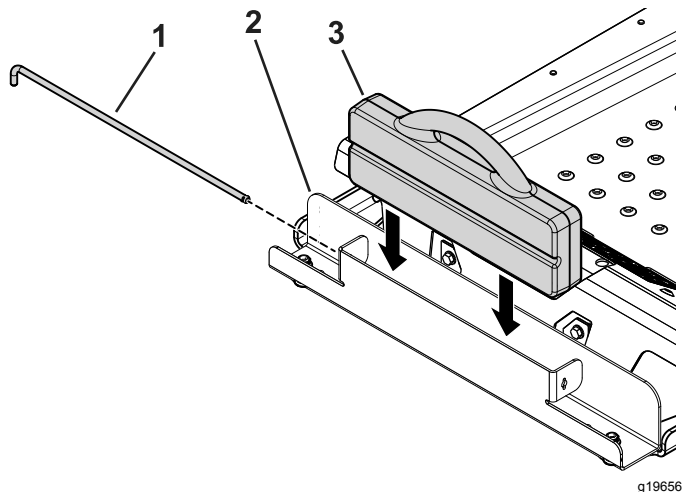

Figura 5
4. Inserte el peso de maletín en la bandeja de pesos con el lado de la ranura hacia la parte delantera de la máquina (Figura 5).
5. Introduzca la varilla de retención en la bandeja y gírela a la posición de bloqueo (Figura 5).